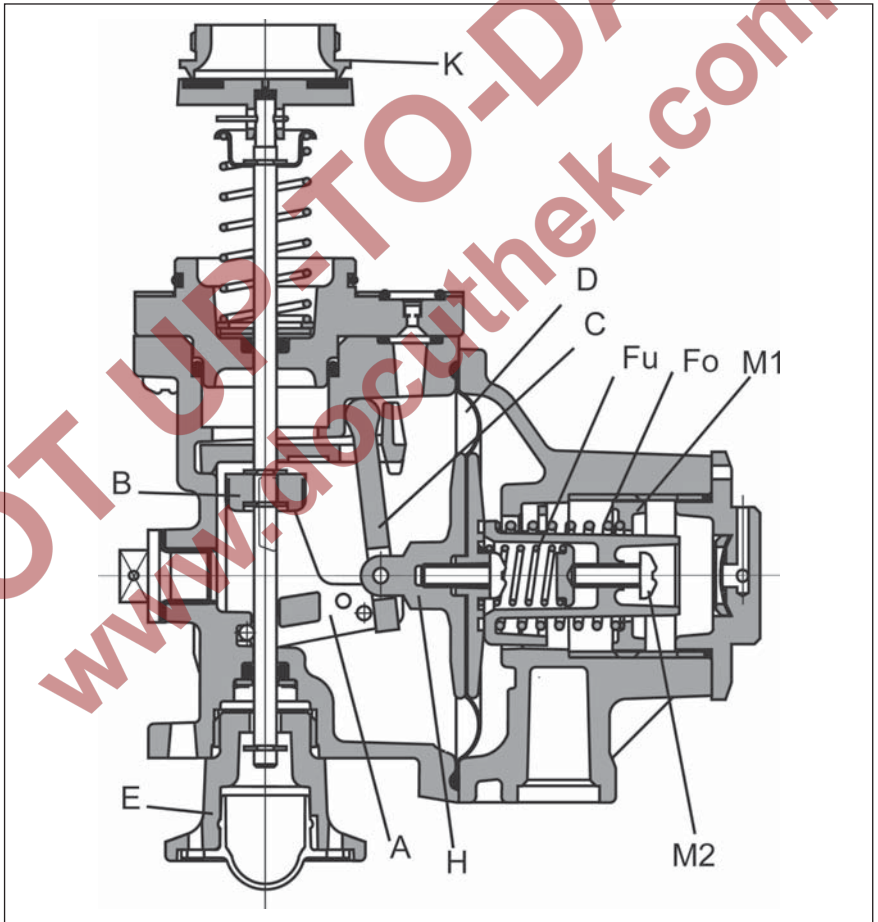

Bild 2-12, SAV - oberer Abschaltpunkt
Steigt der Ausgangsdruck p_d im Regelgerät und somit der Druck unterhalb der SAV-Membrane (D), so bewegt sich bei Überschreiten des durch die große Einstellfeder (F_o) eingestellten oberen Abschaltpunktes der Membranhalter (H) und der Schalthebel (C) nach rechts, siehe Bild 2-12. Der Sperrhebel (A) rastet mit seinen Stegen in die Kulissen der Sperrbüchse (B) ein. Die vorgespannte Sperrfeder an der Ventilspindel wird freigegeben. Der Ventilteller verschließt den Eingang (K) des Gas-Druckregelgerätes.